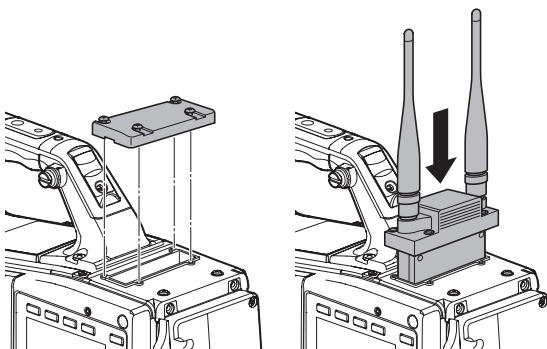

図 1
- 1 ふたを取り外してワイヤレスマイクレシーバーを挿入し、ねじ止める。（図 1）